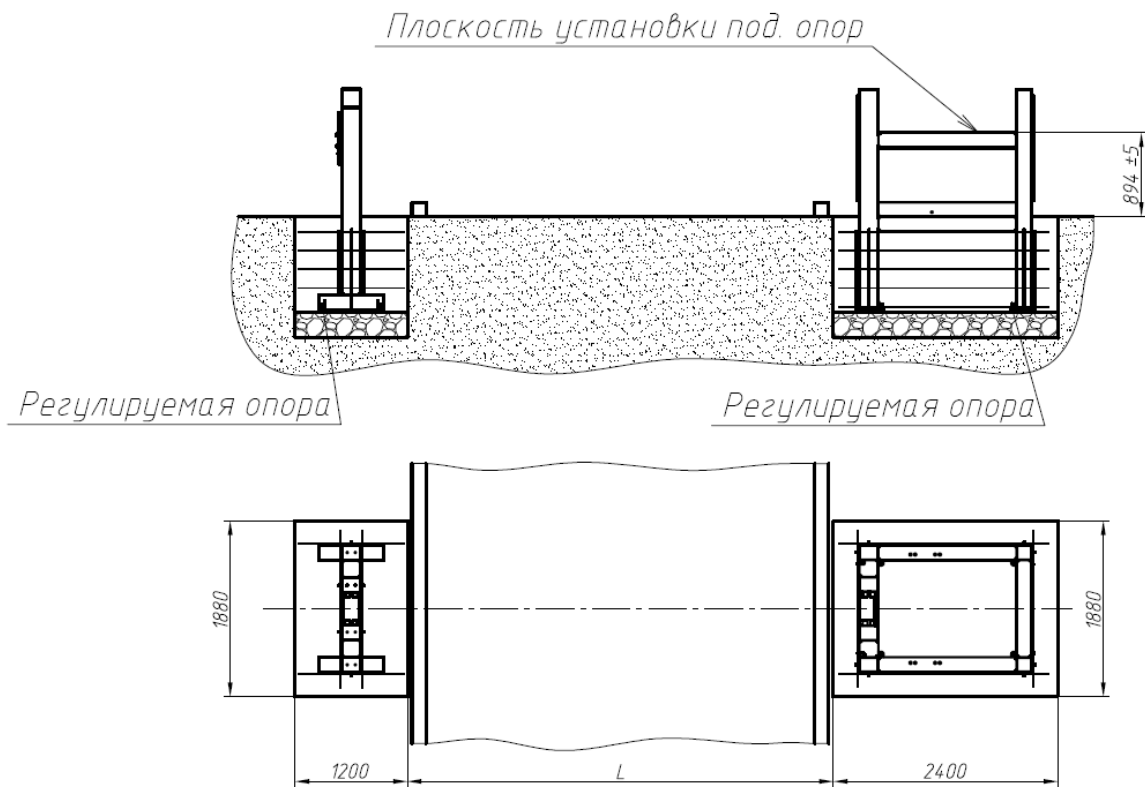

Рисунок 4
1.1.5 Установить тумбу и стойку в котлован. Выполнить регулировку тумбы при помощи регулируемых опор (рис. 4). Плоскость установки подшипниковых опор должна быть строго горизонтальна как по оси параллельной оси проезда, так и по перпендикулярной оси проезда. Расстояние от плоскости установки подшипниковых опор до уровня дорожного полотна должно быть не менее 894мм. (согласно СНИП 3.03.01-87 допустимое отклонение ± 5 мм).